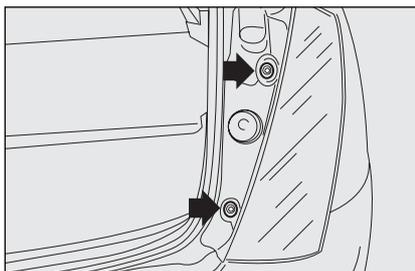

fig. 28
- svitare le due viti di fissaggio ed estrarre il gruppo ottico **fig. 28**;